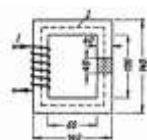

Рисунок 6 –
- 2 Замкнутая магнитная цепь (рисунок 6) выполнена из пластин трансформаторной стали. Сколько витков должна иметь катушка с током $0,5 \text{ А}$, чтобы создать в сердечнике магнитный поток $0,0016 \text{ Вб}$?